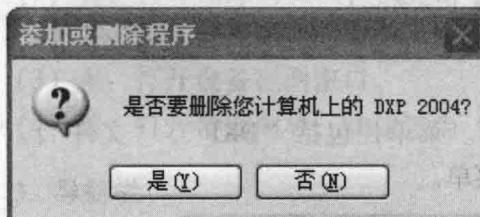

图 1.15 “添加或删除程序”提示框
(3) 单击“删除”按钮，弹出如图 1.15 所示的提示框。